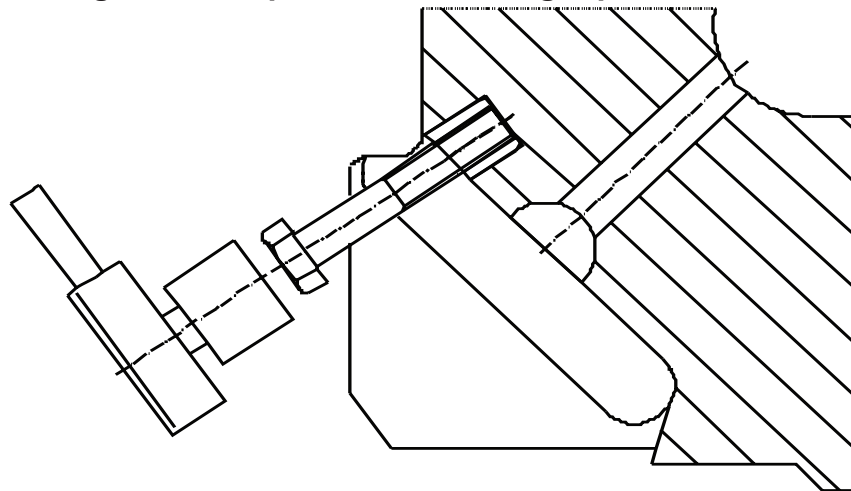

Figure 3. Broche de levage hors du dispositif de guidage
3. Procurez-vous un boulon avec le même filetage que le taraudage, environ deux fois la longueur de la goupille. Vissez le boulon dans le trou fileté de la goupille. Lorsque le boulon entre en contact avec le fond du trou, continuez à le visser vers l'intérieur, en soulevant la goupille. **(Figure 3)**